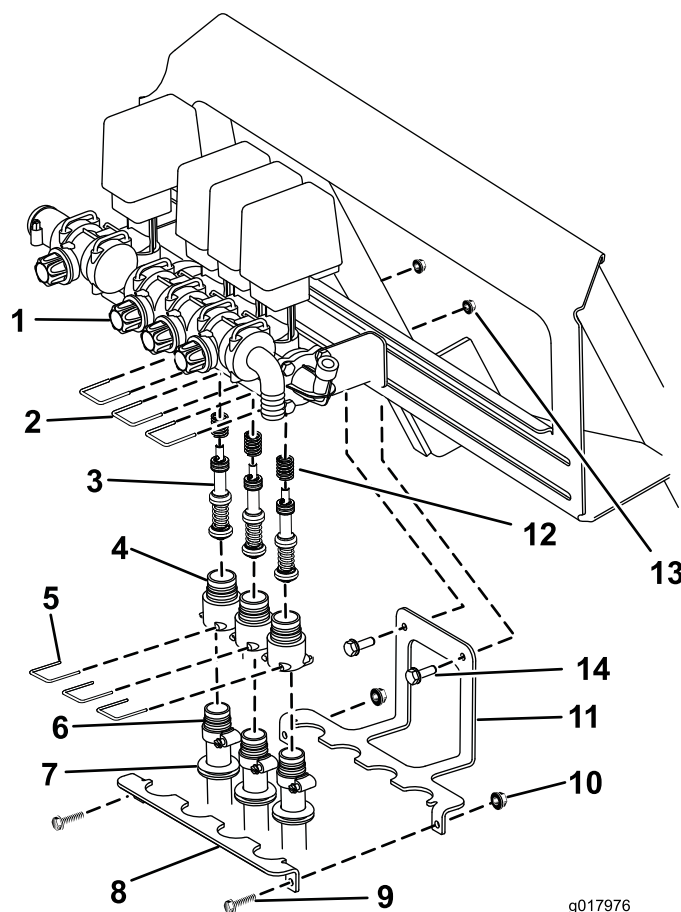

Figura 1
Nota: Consulte Figura 1 ao longo deste procedimento.
1. Prenda o suporte de estabilização do tubo à traseira da máquina como se mostra em Figura 1 utilizando 2 parafusos (5/16 x 3/4 pol.) e porcas flangeadas (5/16 pol.).